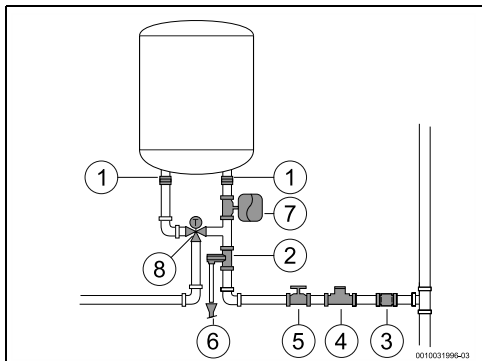

Fig. 11 Collegamento acqua
- ▶ Chiudere il rubinetto dell'acqua (→ fig. 11, [5]).
- installare una valvola riduttore di pressione (Fig. 11, [4]). La valvola di sicurezza è sempre attiva quando la pressione dell'acqua nello scaldacqua elettrico supera gli ($\pm 0,5$ bar), e l'acqua di uscita CS deve essere quindi convogliata.
- installare un vaso d'espansione (Fig. 11, [7]) per arrestare l'apertura frequente della valvola by-pass. Il volume del vaso d'espansione deve essere equivalente a 5% del volume dell'apparecchio.